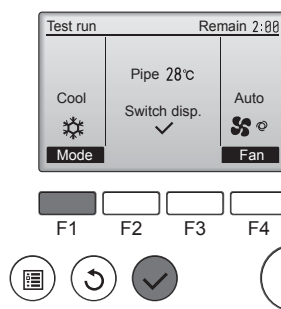

Fig. 7-6
- Кнопкой **[F1]** выберите режим работы "Cool" (Охлаждение) или "Heat" (Нагревание). (Fig. 7-6)